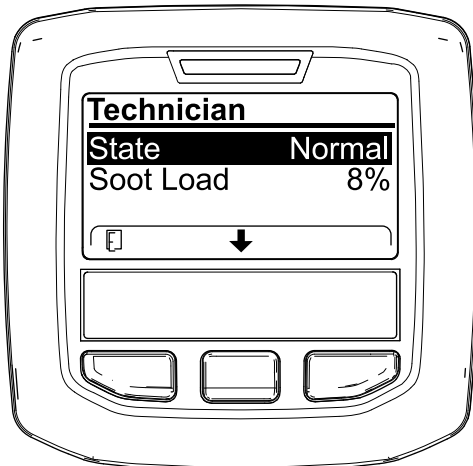

Figure 9
- Reportez-vous au tableau de fonctionnement du FAP pour comprendre l'état actuel de fonctionnement du FAP (Figure 9).